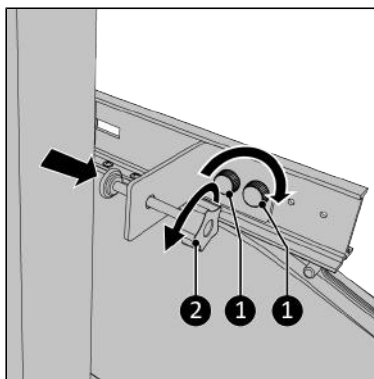

Abbildung 143.
12. Schrauben Sie die Klemmschraube vollständig zurück (Abbildung 143, Pos. 2).
15. Schrauben Sie die Klemhalterung mit den beiden Knopfschrauben (Abbildung 143, Pos. 1) an der Hauptschiene fest.